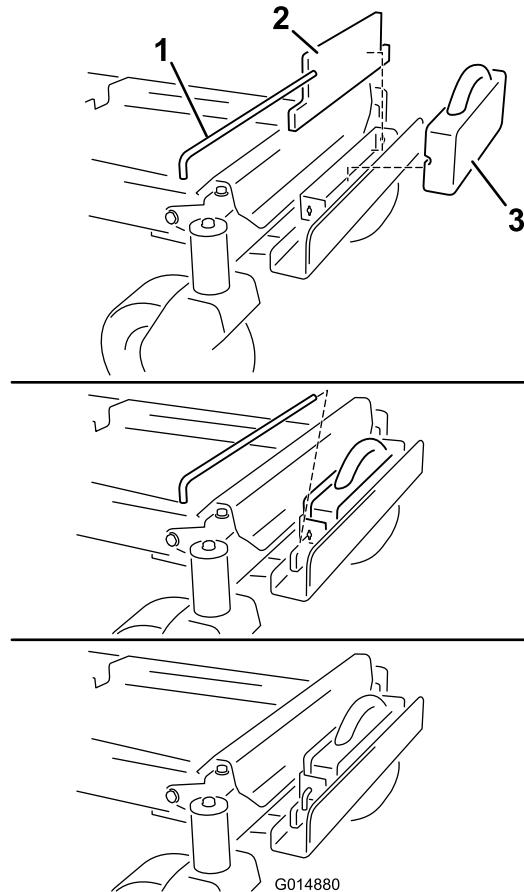

Figure 9
6. Installez un poids plat sur le support de maintien et déplacez-le vers l'arrière jusqu'à ce qu'il soit aligné avec le support (Figure 9).
7. Placez un poids valise devant le poids plat (Figure 9).
8. Fixez les poids au support au moyen d'une barre transversale articulée (Figure 9). Positionnez la barre et tournez-la de 90 degrés vers le bas pour la verrouiller en place.